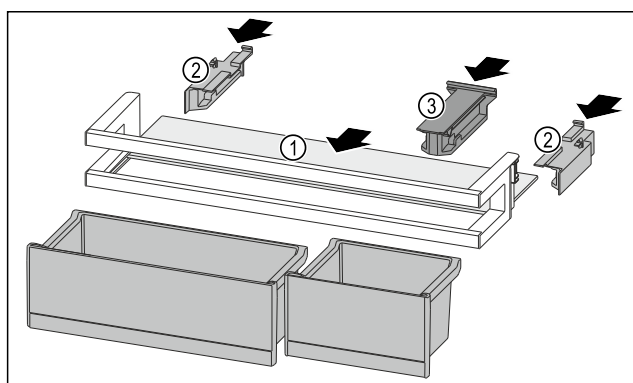

Fig. 103
- ▶ Insérer la tablette de rangement Fig. 103 (1) dans les évidements latéraux.
- ▶ Installer les parties latérales Fig. 103 (2).
- ▶ Installer la pièce de retenue Fig. 103 (3).